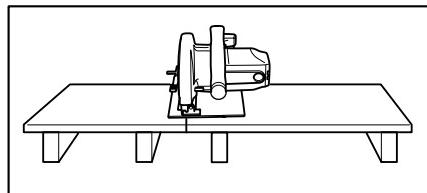

Fig. 1 Pour éviter les chocs en retour, la planche ou le panneau doit être soutenu près de la ligne de coupe.
**Soutenez adéquatement les grands panneaux** afin de réduire au minimum le risque de pincement de la lame et de RECUL. Les grands panneaux ont tendance à s'affaisser sous leur propre poids. Placez des points d'appui sous le panneau des deux côtés, près de la ligne de coupe et près des bords du panneau, tel qu'illustré à la Fig. 1.